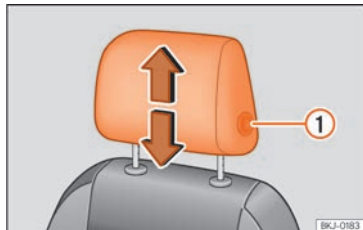
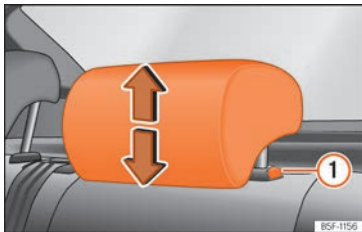

Fig. 65 Seient davanter: regulació del reposacaps.
Fig. 66 Reposacaps del darrere: regulació del reposacaps.
- Agafeu el reposacaps amb les dues mans pels costats i empenyeu cap amunt fins a encaixar-lo amb la posició desitjada. Per abaixar-lo, feu la mateixa acció tot prement el botó lateral ① »» fig. 65 , »» fig. 66.